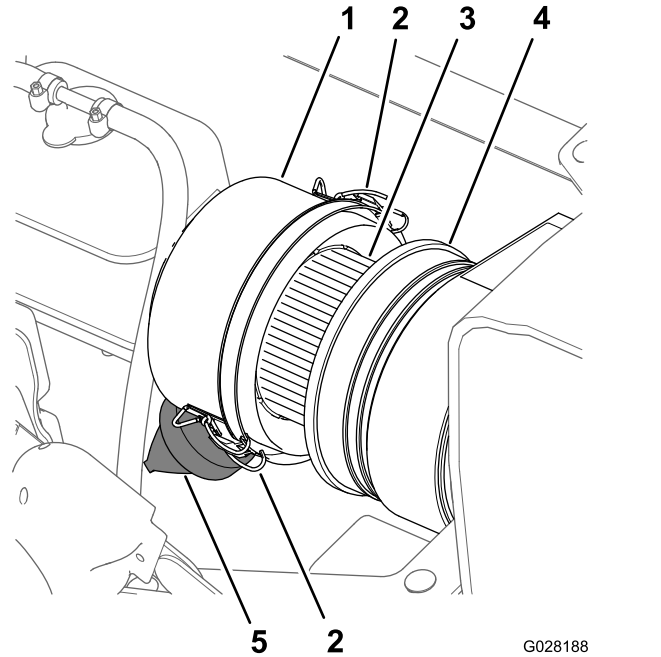
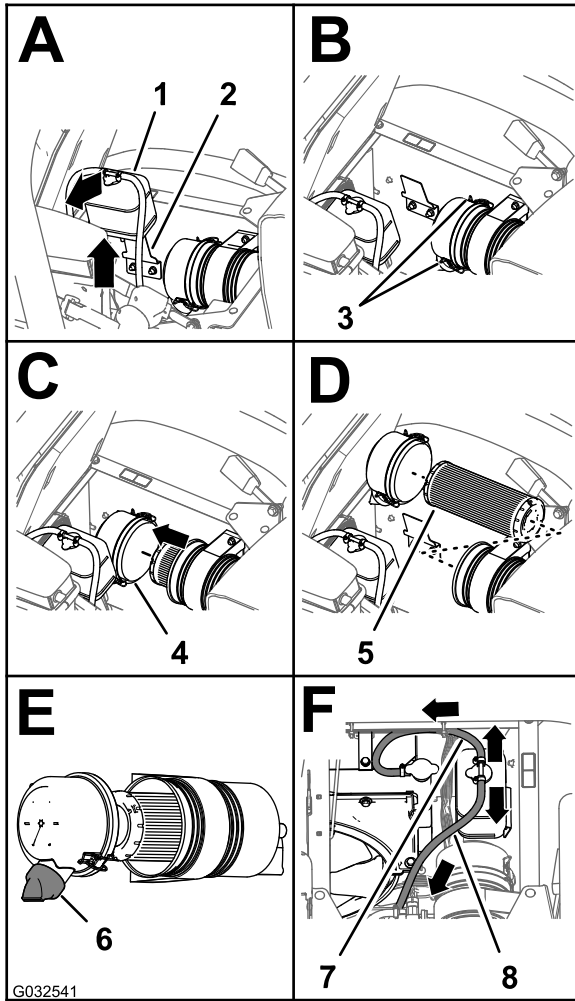

图 76
图 77
3. 清洁防尘盖和空气滤清器壳体图 76。
4. 检查空气滤清器壳体是否存在可能导致空气泄漏的损坏图 76。
5. 挤压防尘阀清除污物、灰尘和杂物(图 76)。
7. 检查空气滤清器滤芯是否积聚了过多灰尘、污物和杂物图 76。
8. 将防尘盖安装到空气滤清器壳体上使用 2 个搭扣固定防尘盖图 76。
2. 清洁防尘盖和空气滤清器壳体图 76。
3. 向上提起冷却液溢流罐并将其移离溢流罐支撑架图 77。
4. 松开将防尘盖固定至空气滤清器壳体的 2 个搭扣图 77。
6. 用湿抹布将防尘盖、空气滤清器壳体和防尘阀内部擦拭干净图 76和图 77。
7. 将空气滤清器滤芯插入空气滤清器的壳体图 77。
8. 将防尘盖安装到空气滤清器壳体上使用 2 个搭扣固定防尘盖图 77。
注意 确保从尾端看时防尘阀在 57 点钟位置是对齐的图 77。
9. 将冷却液溢流罐与溢流罐支撑架对齐稳固放置溢流罐图 77。
重要事项 确保压力释放软管向前下方伸出溢流罐通风软管向后方伸出如图 77 所示。